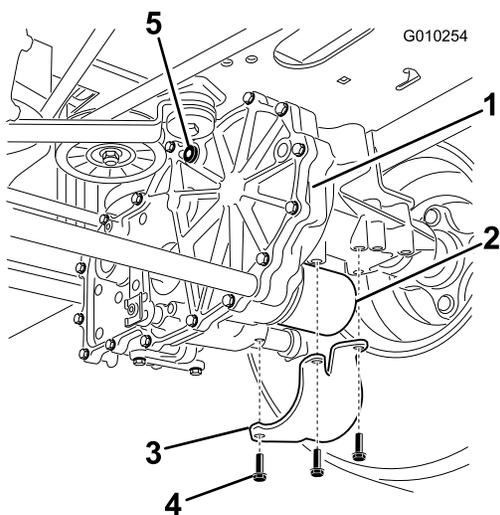

Рисунок 65
7. Найдите фильтр и ограждения на каждой системе привода с коробкой передач (Рисунок 65).
8. Отверните 3 винта крепления ограждения фильтра и снимите ограждение (Рисунок 65).
4. Установите ограждения всех фильтров, снятых ранее (Рисунок 65).
5. Закрепите ограждения фильтров с помощью 3 винтов (Рисунок 65).
3. Установите пробку вентиляционного отверстия (Рисунок 65).